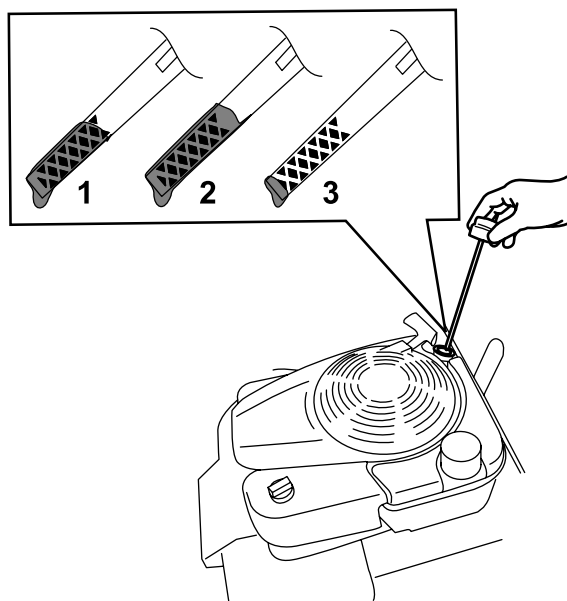

Figura 5
2. Retire la varilla girando el tapón en el sentido contrario a las agujas del reloj y tirando del mismo (Figura 5).
7. Observe el nivel de aceite en la varilla (Figura 5).